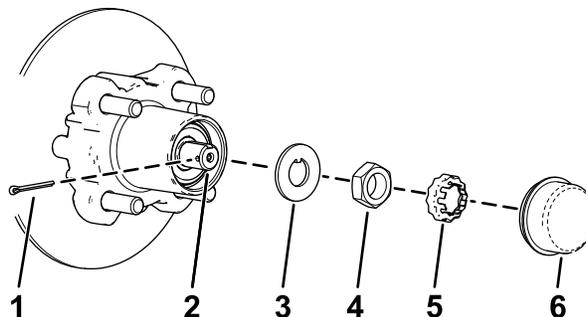
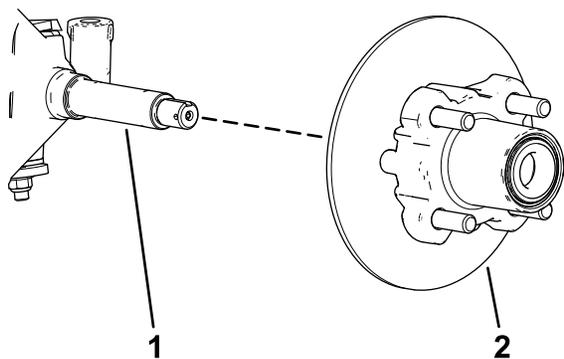

図 39
図 40
4. ハブからダストキャップを取る 図 39。
5. スピンドルとスピンドルナットから、コッターピンとナットリテーナを外す 図 39。
6. スピンドルからスピンドルナットを外し、スピンドルからハブローラアセンブリを取り出す 図 39と 図 40。